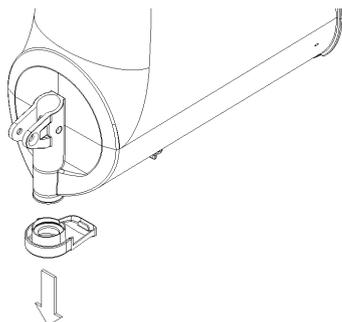

figura 15
7 Rimuovere dal contenitore il restrittore di flusso (vedere figura 15).
**5** Rimuovere dal contenitore il restrittore di flusso (vedere figura 15).